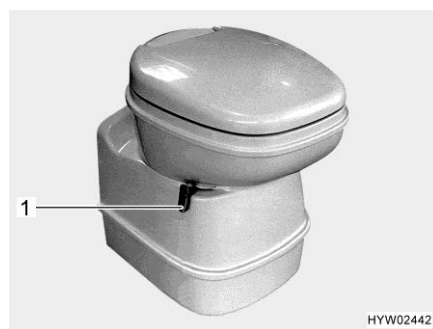
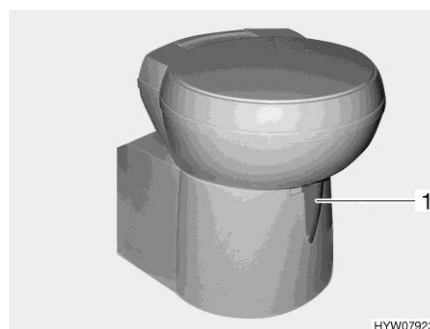

Fig. 272 Cuvette Thetford, orientable
Fig. 273 Cuvette Thetford, orientable (alternative)
- Avant d'actionner la chasse d'eau, ouvrir le curseur des toilettes Thetford. Pousser pour cela le levier du curseur (Fig. 272,1 ou Fig. 273,1) dans le sens inverse des aiguilles d'une montre.